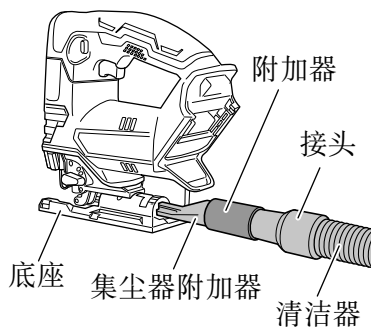

图 32
- (3) 通过附加器连接上集尘附加器。(图 32)
- (4) 连接附加器与清洁器的接头。(图 32)